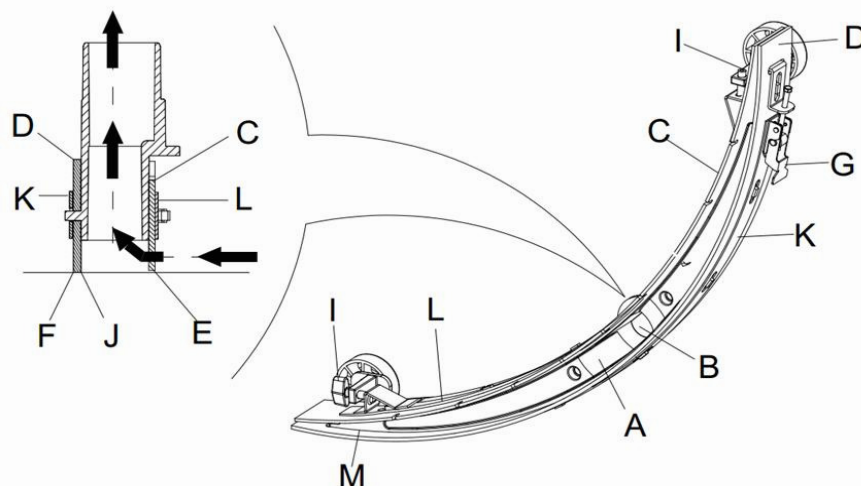

Figura 15
2. Apăsăți comutatorul (41) la poziția "O" și opriți mașina.
3. Deșurubați mânerul fix (16) al mopului, decuplați conectorul ce leagă tubul de aspirare de mop și scoateți mopul.
4. Cu ajutorul mânerului mopului (14) ridicați mopul pe cadrul suport.
5. Curățați mopul (**Figura 15**). Curățați în mod special canelura (**A, Figura 15**) și murdăria și așchiile din tubul de aspirare. Verificați dacă partea din față a tălpii mopului (C) și partea din spate (D) sunt fisurate și dacă marginile sunt crăpate. Schimbați-le dacă este necesar (vedeți pașii din următoarea secțiune).
1. Aplicați operațiunile de curățare a mopului descrise în secțiunea anterioară (**Figura 15**)
2. Verificați marginea (**E, Figura 15**) tălpii din față a mopului (F) și marginea tălpii din spate (D). Pe toată lungimea, acestea trebuie să fie la același nivel. În caz contrar, ajustați-le înălțimea aplicând următoarea procedură.
- Desfaceți clema (G) pentru a separa talpa mopului (D) de cadrul (M) pentru ajustarea poziției mopului. După reglare, fixați clema din nou.
- Deșurubați șurubul de pe mânerul (I) pentru a ajusta talpa din față a mopului (C); după ajustare strângeți șurubul de pe mâner.
3. Verificați dacă talpa din față a mopului (C) și talpa din spate (D) este intactă și dacă sunt fisuri sau marginile sunt crăpate. Dacă e necesar, verificați-le în felul următor. Verificați marginea din față a tălpii din spate a mopului (J) pentru a vedea dacă e uzată. În caz de uzură, se poate instala cu partea de jos în sus (marginea de sus trebuie să fie intactă). Dacă și marginea de sus este uzată, schimbați-o conform procedurii de mai jos:
- Desfaceți clema (G) ca să separați talpa de cadrul (M), scoateți clema de prindere (K), și apoi schimbați sau inversați talpa din spate a mopului (D) cu susul în jos. Reinstalați talpa mopului efectuând operațiunile în ordine inversă.
- Deșurubați șurubul de pe mâner (I) și scoateți clema de prindere (L), apoi schimbați mopul din față (C). Reinstalați talpa mopului din față în ordinea inversă.